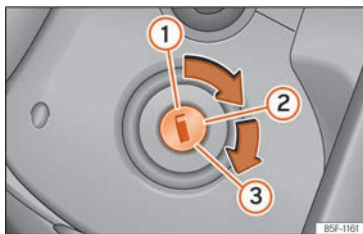

Fig. 208 Posiciones de la llave de contacto.
Posiciones de la llave » **fig. 208**
- Gire la llave a la posición »» **fig. 208 ②**. En vehículos diésel se produce el precalentamiento .
- Siga girando la llave a la posición »» **fig. 208 ③** sin pisar el acelerador.
- Una vez se ponga el motor en marcha, suelte la llave. Al soltarla, la llave vuelve a la posición **②**.
- Vehículos con cerradura de encendido: Gire la llave hasta la posición »»» fig. 208 ①.